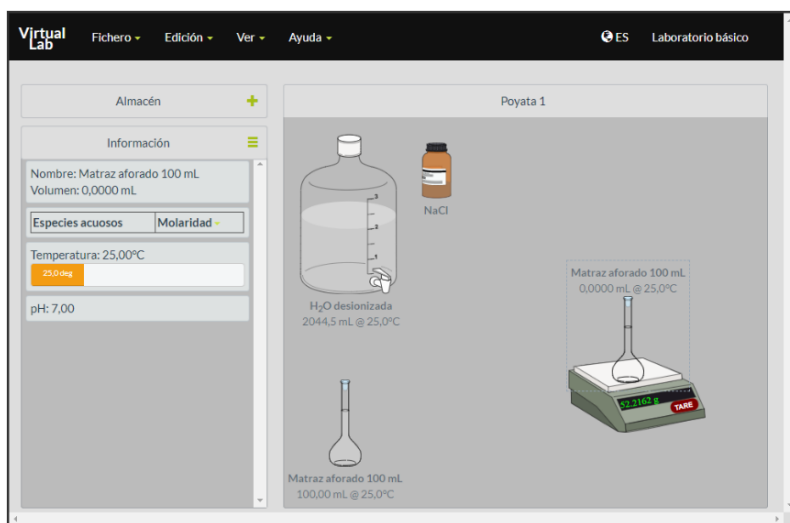

Figura 13. Simulador *Making stock solutions from solids*.
14. Determine la masa del matraz que contendrá la disolución, para esto pese un matraz vacío (figura 13): $m_{\text{matraz vol. vacío}} = \text{_____} [\text{ }]$